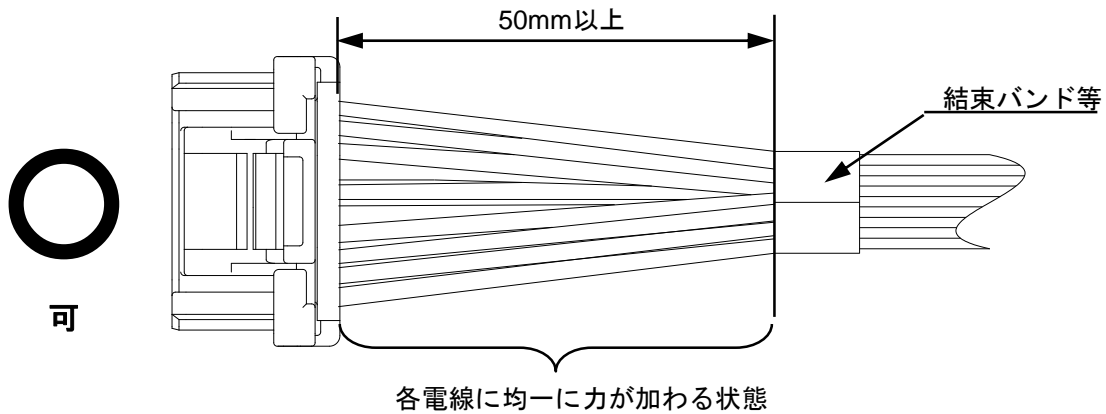

Fig.7-1 適切なハーネス結束状態
- ① 電線の結束はコネクタから 50mm 以上のところで、電線に加わる力が均一になるようにしてください。(Fig.7-1)